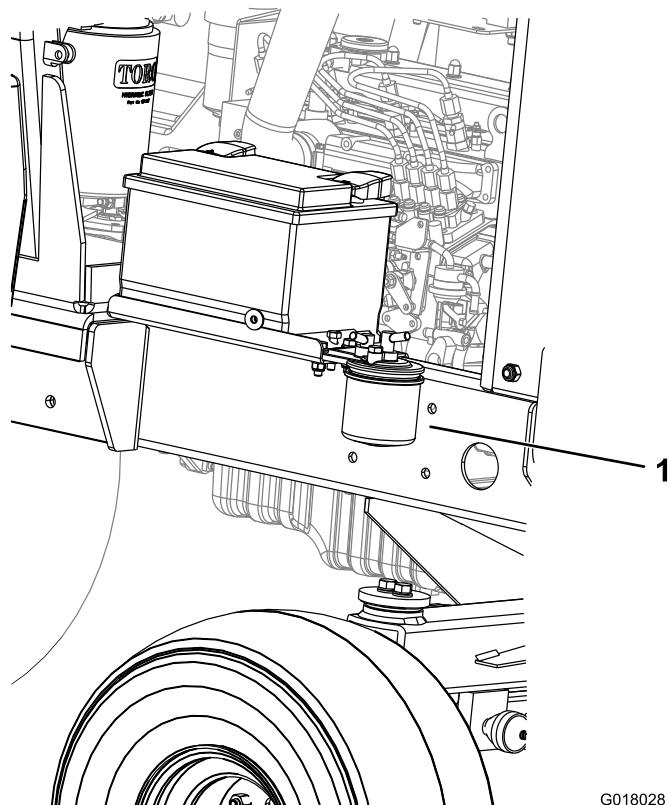

Figure 54
1. Placez un bac de vidange propre sous la cartouche du filtre à carburant (Figure 54).